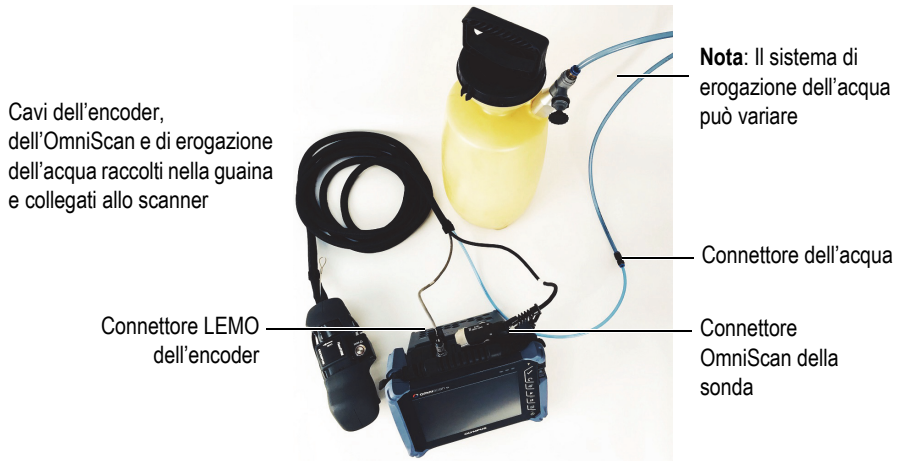

Figura 2-4 Esempi di collegamento dello scanner
1. Collegare il cavo dell’encoder LEMO allo strumento OmniScan (vedi Figura 2-4 a pagina 25).